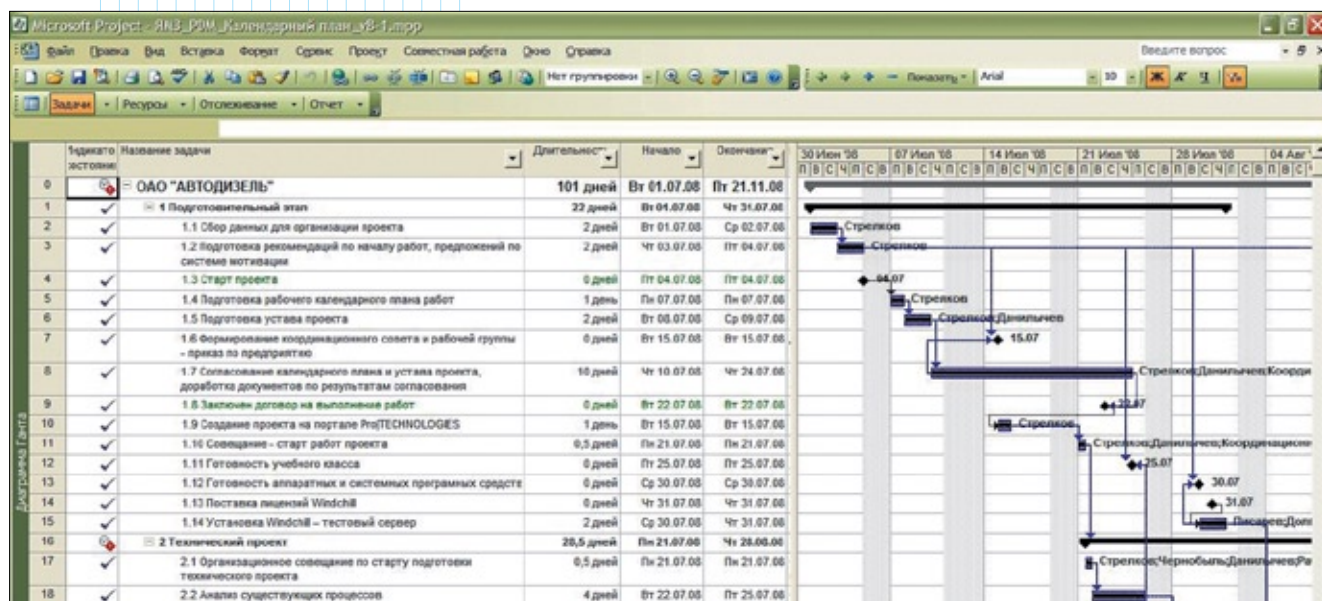

Рис. 3. Фрагмент Плана проекта
– Степень декомпозиции должен определять руководитель проекта. Что ему нужно, чтобы контролировать ход проекта? Мне хватало такого плана (см. рис. 3). Отдельно выделялись контрольные точки – например, согласование технического проекта, совещание координационного комитета, готовность данных тестового примера... Подготовив план проекта, мы не забыли о нём, постоянно поддерживали в актуальном состоянии. В итоге за 4 месяца у нас было согласовано 13 версий плана.